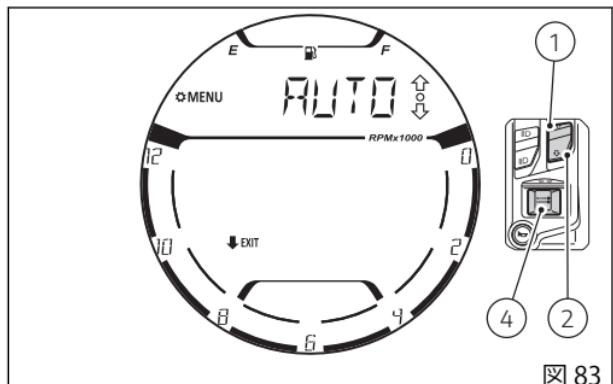

図 83
機能に入ると、現在の設定値が表示されます (図 83)。ボタン (1) および (2) を使って選択できる設定を点滅、スクロールさせて選択することができます。選択できる設定は、"AUTO"、"MANUAL" です。